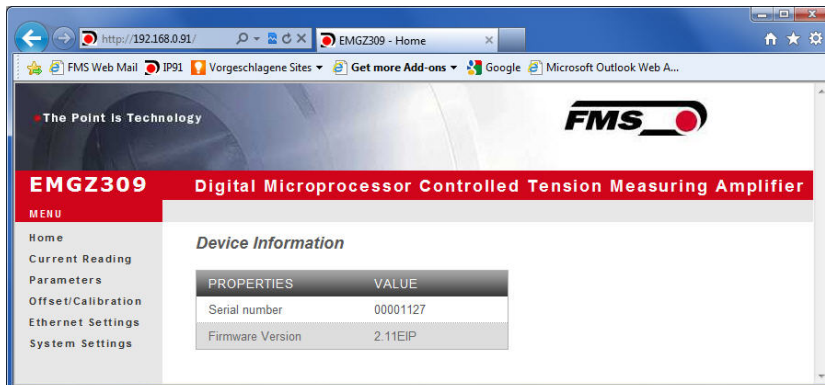

Bild 24: Seriennummer und Geräteinformationen
Wurde der Verstärker einmal im Netzwerk integriert, kann er z.B. mit der Netzwerkadresse <http://192.168.000.091> kontaktiert werden. Nachdem die Verbindung mit dem Verstärker geschaffen wurde, erscheint auf ihren PC der folgende Bildschirm (**Bild 24**).
3. Der Bildschirm „Device information“ (**Bild 24**) öffnet sich.